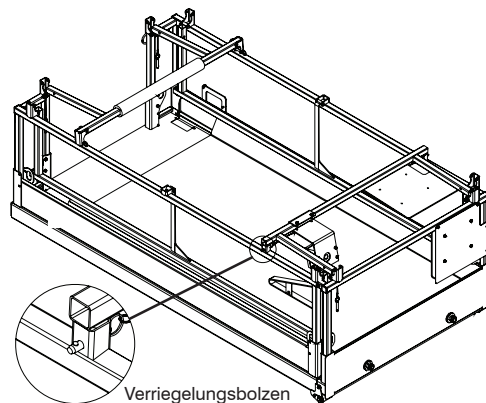

Abbildung 2-16b. Alle Schutzgeländer zusammengeklappt
7. Mit dem Verriegelungsbolzen am Montageposten befestigen (siehe Abbildung 2-16b). Sicherstellen, dass die Arretierkugel des Bolzens vollständig durchgesteckt ist.
5. Jedes Geländer mit den Verriegelungsbolzen sichern. Dabei ist sicherzustellen, dass die Arretierkugeln der einzelnen Bolzen vollständig durchgesteckt sind. Siehe Abbildung 2-16b.